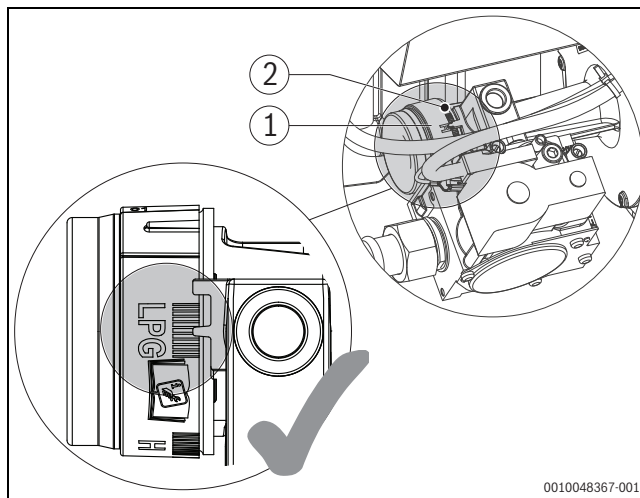

Fig. 28 Modification des préréglages de la buse de réglage
- Régler la buse de réglage sur la graduation du milieu de la plage de réglage de gaz liquide (→ Figure 28).